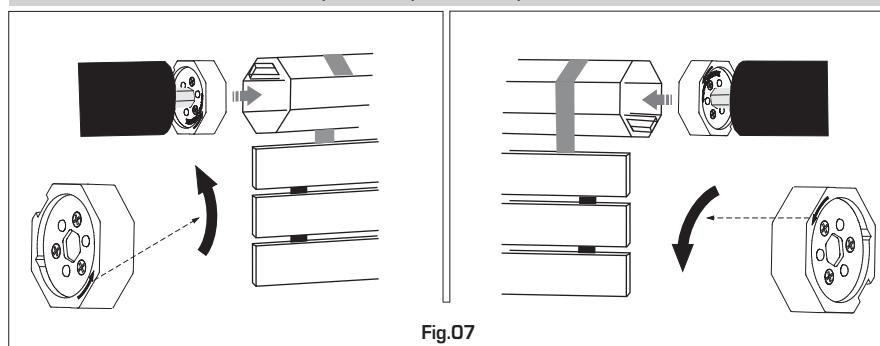

Fig.07
- Introduzca el adaptador compensado BKT [2] en el piñón de salida [3] y fije las piezas con la pinza de bloqueo [1]. El adaptador compensado BKT debe instalarse de manera tal, que la flecha impresa en el mismo quede en la dirección de desenrollado de la persiana enrollable (véase la Fig. 07).
- **La función de detección de obstáculos en la bajada está garantizada si se utiliza el adaptador compensado (cód. BKT) correctamente instalado, como se indica en el dibujo de la Fig. 07.**
- El adaptador compensado BKT no está correctamente instalado en función de la dirección del motor (véase la Fig. 07).